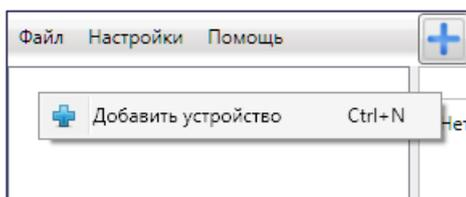

Рис. 5.4. Регистрация контроллера вручную
- 1) щелкните правой кнопкой мыши по свободному месту в области дерева устройств программы *Конфигуратор Профессионал* (см. раздел 6.1) и в появившемся меню выберите *Добавить устройство* (рис. 5.4);